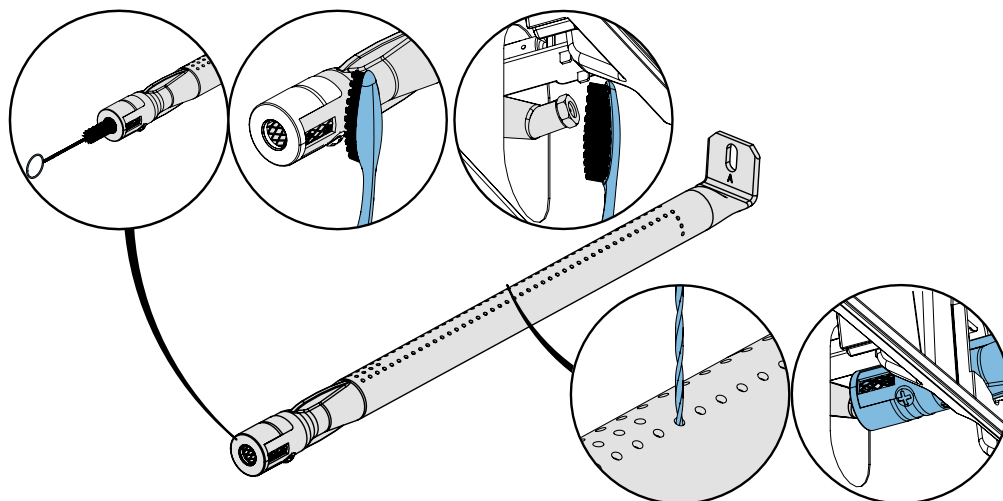

Fig. 9
1. Retire el(s) tornillo(s) que fija(n) el quemador a la pared trasera de la parrilla. Deslice el quemador hacia atrás y hacia arriba para retirarlo. **(Fig.9).**